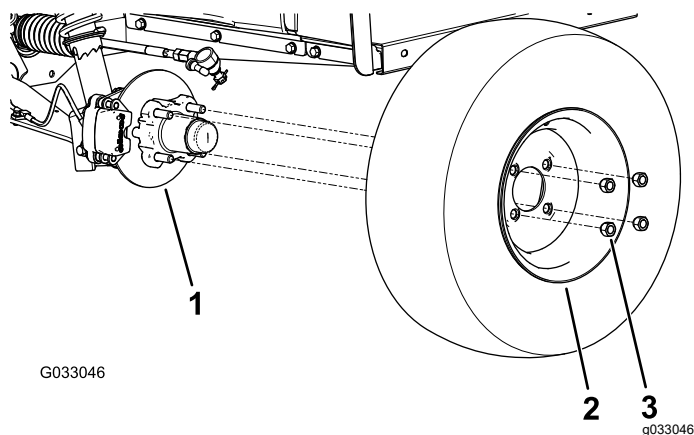

Figura 30
2. Îndepărtați cele 4 prezoane care fixează roata pe butuc (Figura 30).
4. Aliniați orificiile din roată cu tifturile butucului i montați roata pe butuc cu tija supapei spre exterior (Figura 30).
5. Fixați roata pe butuc utilizând prezoanele (Figura 30).